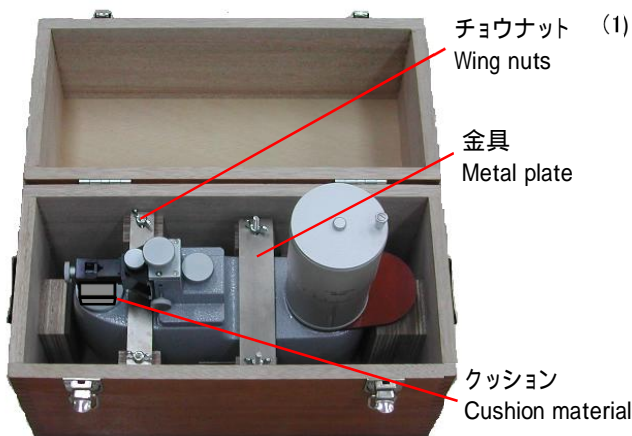

Fig.1
(1)木箱を開けると本体は2枚の金具で固定されています。チョウナットで固定されていますのでそれをゆるめ、金具を外すと、本体は上方に抜く事ができます。Fig.1 参照 この木箱、金具、チョウナット及びクッションは再運搬の際に必要となりますので保管して下さい。
(1) Open the housing box and unscrew wing nuts to remove the two metal plates instrument in the box (Fig.1). This housing box, metal plates and cushion material should be used when transporting the Calibration Tester.